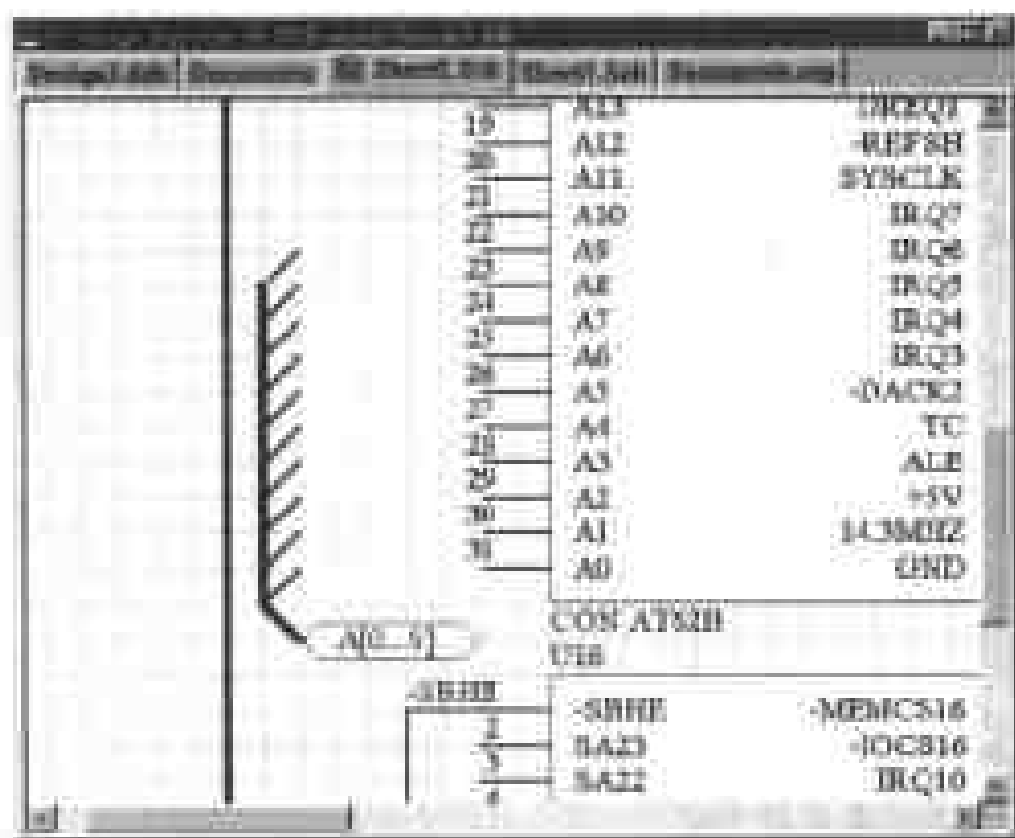

图 5-14 在原理图中选择要生成列表的引脚
(1) 首先在工作窗口中打开要生成引脚列表文件的原理图,选择 Edit > Select > Connection,在图纸中逐一选取要生成列表的元件引脚,被选中的元件引脚用黄色显示,如图 5-14 所示。